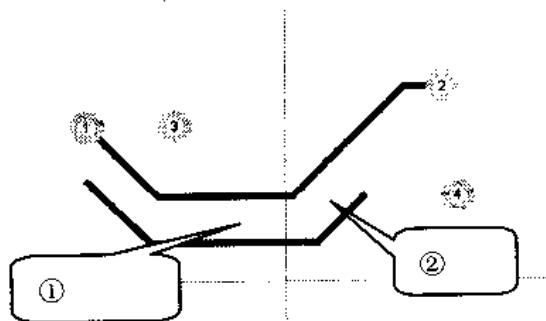

图 14-16 当前段和 Look Ahead 段的关系图
在放置导线时，Protel 99 SE 提供的 Look Ahead 功能，对布线时的走线有指导作用。在布线时，画出当前段后，附着在光标上具有导线外型的线段即为 Look Ahead 段。当前段和 Look Ahead 段分别如图 14-16 中的①、②所示。